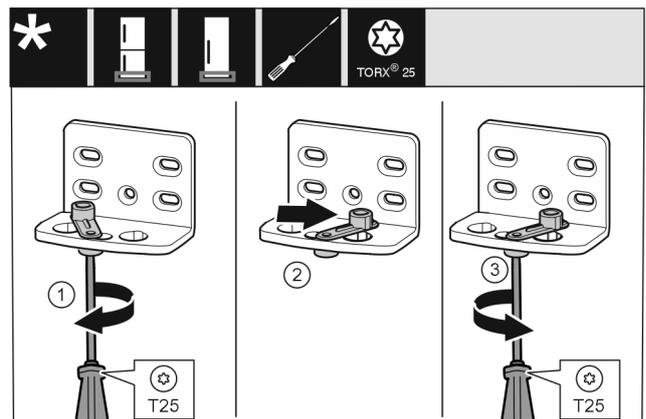

Fig. 17 *
- ▶ Schraube Fig. 17 (1) mit Schraubendreher lose schrauben.*
- ▶ Türschließhilfe Fig. 17 (2) anheben und um 90° nach rechts in Bohrung drehen.*
- ▶ Schraube Fig. 17 (3) mit Schraubendreher festschrauben.*